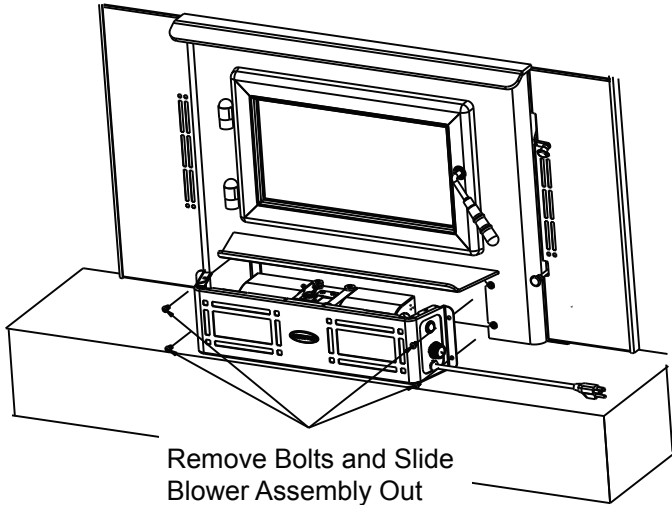

Figure 26.1
1. À l'aide d'une clé Allen 5/32, retirez les 4 boulons du boîtier du ventilateur et sortez l'assemblage (**Figure 26.1**).